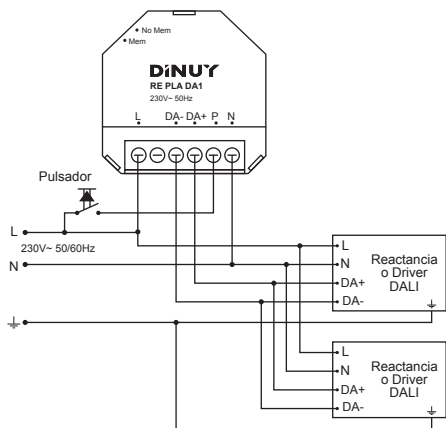

Fig. 1
- 2º - Realice el cableado siguiendo el esquema Fig. 1.